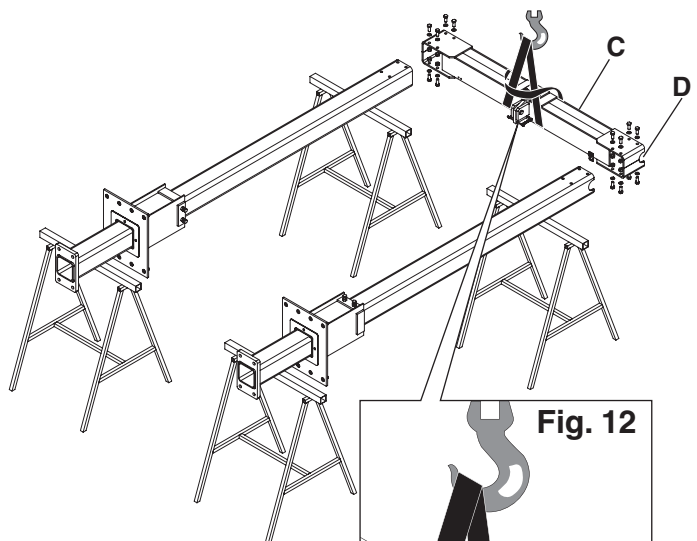

Fig. 11
- Sollevare la traversa (C) facendo attenzione che gli scassi (D) siano nella stessa direzione di quelli delle colonne (fig. 11) ed il micro sia in alto (fig. 12); togliere viti e bulloni, ed inserire la traversa nella due colonne come in figura.
- Lift cross member (C), taking care that shaped recesses (D) are pointing the same direction of posts (fig. 11), and making sure that microswitch is up (fig. 12). Remove screws and bolts, and install cross member inside the two posts, as shown in the figure.
- Die Querverbindung (C) anheben und dabei beachten, dass die Aussparungen (D) in die gleiche Richtung wie die Säulen ausgerichtet sind (Abb. 11) und dass sich der Mikroschalter oben befindet (Abb. 12). Die Schrauben und Bolzen entfernen und die Querverbindung in die zwei Säulen, wie in der Abbildung angegeben, einsetzen.
- Lever la poutre (C) en faisant attention que les cavités (D) soient dans la même direction que celles des colonnes (fig. 11) et que le microrupteur soit en haut (fig. 12); enlever les vis et les boulons et insérer la poutre dans les deux colonnes comme indiqué sur la figure.
- Levantar el travesaño (C) prestando atención que los encajes (D) estén en la misma dirección de aquellos de las columnas (fig. 11) y el micro esté arriba (fig. 12); quitar los tornillos y los pernos, e introducir el travesaño en las dos columnas como ilustra la figura.